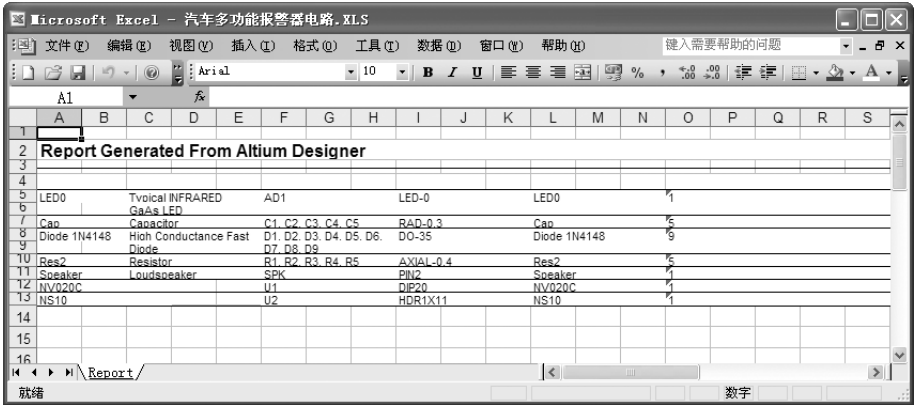

图 6-31 报表文件
- 6) 单击 **菜单(M)** 按钮，打开报表文件，如图 6-31 所示。